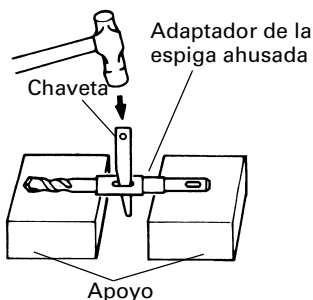

Fig. 17
- (4) Para quitar la broca (espiga ahusada), insertar la chaveta en la ranura del adaptador de la espiga ahusada y golpear la cabeza de la chaveta con un martillo. Usar apoyos como se muestra en la. (Fig. 17)